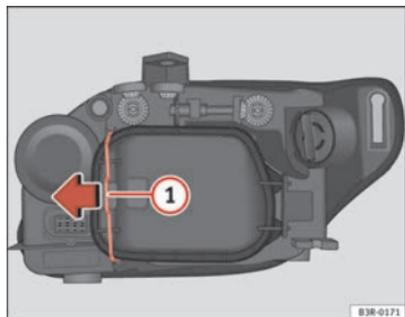

Fig. 196 Luci di posizione (lato esterno veicolo)
- Far scorrere il tirante ⇒ fig. 196 ① nel senso della freccia e sfilare la copertura separando prima il lato del tirante ed estraendo dopo le due linguette dell'estremità opposta.